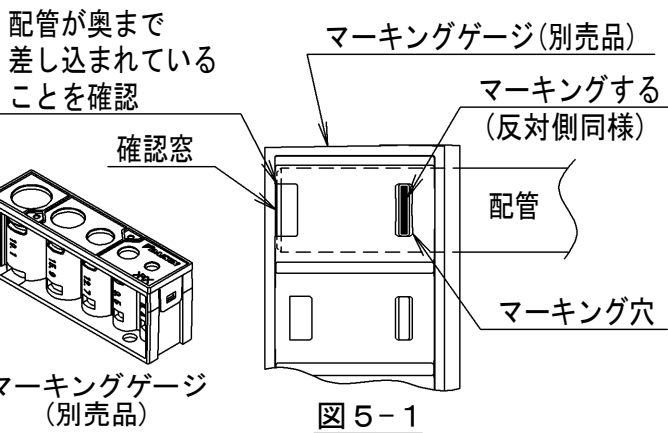

図5-1
- (1) マーキングゲージ(別売品)を使用して、配管を奥まで差し込んでください。
- (2) マーキングゲージ(別売品)の奥まで差し込まれていることを、確認窓にて確認してください。
- (3) マーキング穴を油性ペンなどで塗りつぶしてください。(2ヵ所)(図5-1 参照)
- (4) 周囲が暗い場所(天井裏等)では、油性ペンでのマーキングが見えにくい場合があります。